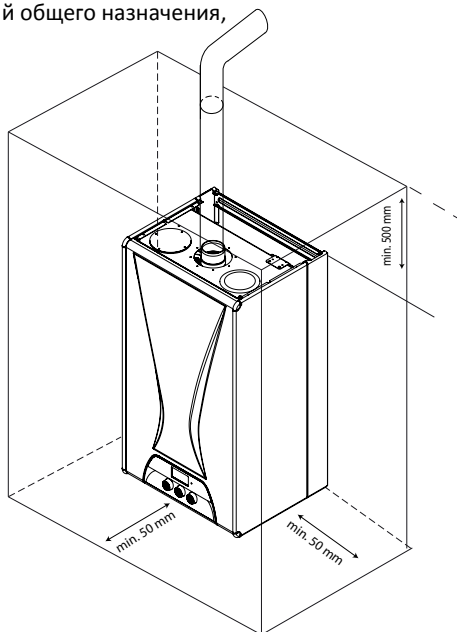

Рис. 3
- Если устройство монтируется в кабине, расстояния, требуемые для технического обслуживания и ремонта, должны быть не менее указанных на Рис. 3.